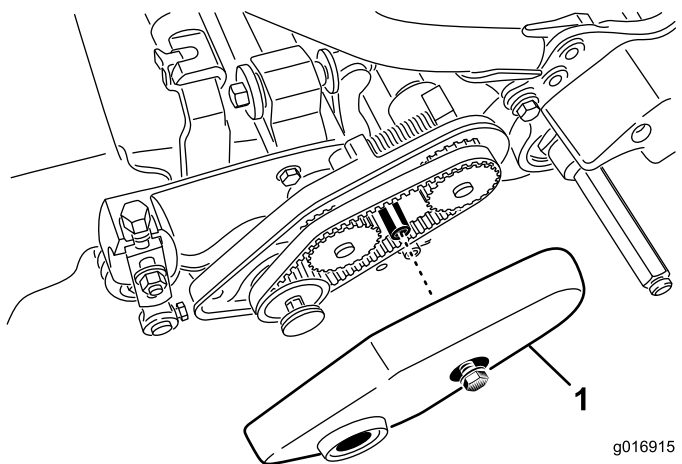

図 16
2. ベルトカバーを固定しているフランジボルトをゆるめてベルトカバーを外し、ベルトを露出させる(図 16)。